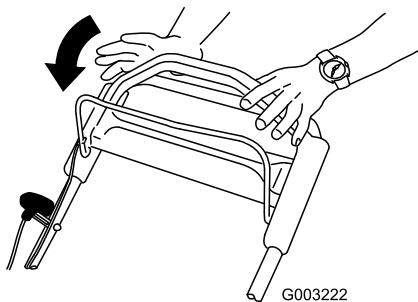

Figura 22
- Suelte la barra de control de la cuchilla (Figura 22).